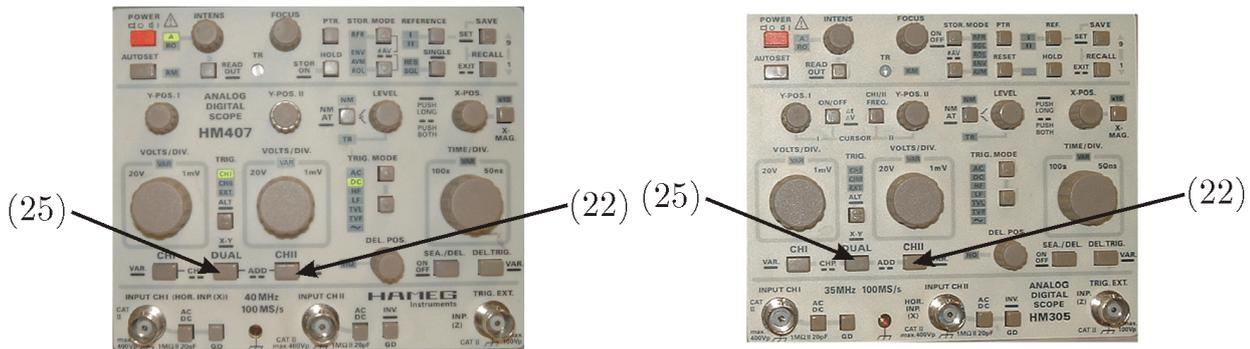

Figura 3.20: Fotografía de los osciloscopios HAMEG HM-407 y HAMEG HM-305 donde se ha marcado los pulsadores (22) y (25).
En este modo el osciloscopio nos presentará la suma o diferencia de la dos señales conectadas en las entradas canal 1 y canal 2. Este modo de funcionamiento se activa y desactiva pulsando simultáneamente las teclas DUAL y CHII —(22) y (25) ver Figura 3.20— y exige alguna atención: